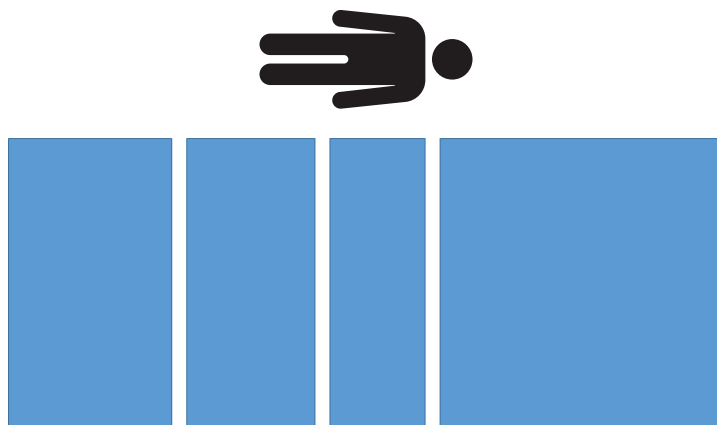

Figura 17 – Test di eccentricità - Nessun peso
5. Rimuovere tutti i pesi calibrati dal prodotto (Figura 17).